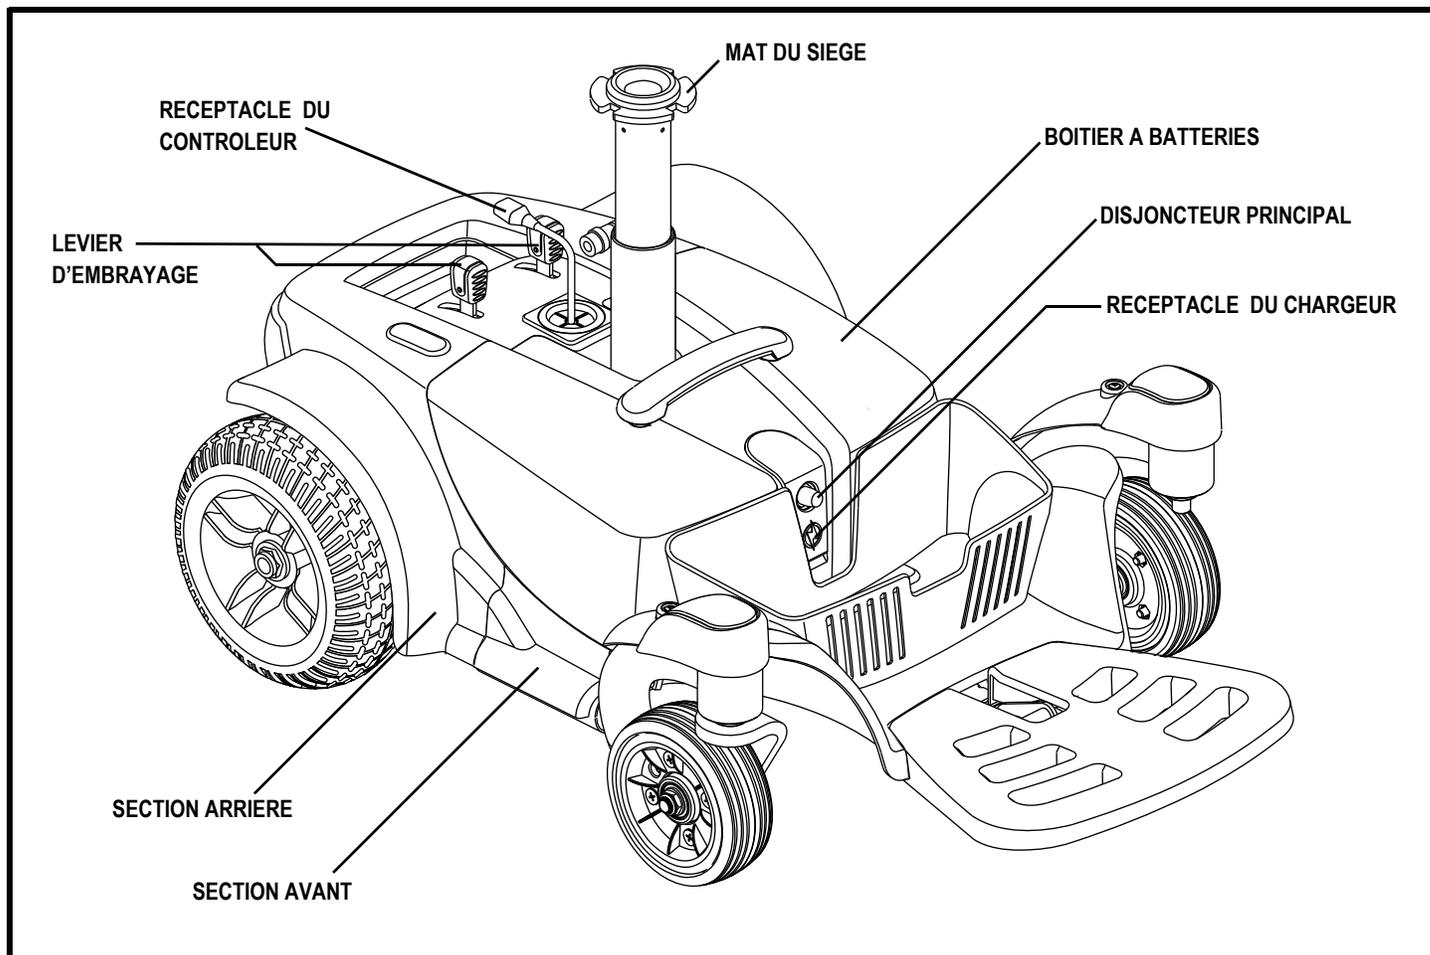

Figure 6. Base motorisée du Go-Chair
Les composantes électriques sont situées dans la base motorisée. Le disjoncteur principal est situé sur le devant du boîtier à batteries. Le connecteur du contrôleur est situé sur le derrière de la base motorisée. **Voir la figure 6.**
7. Installez le siège et branchez le connecteur du contrôleur sur le réceptacle de la base. **Voir la figure 6.**